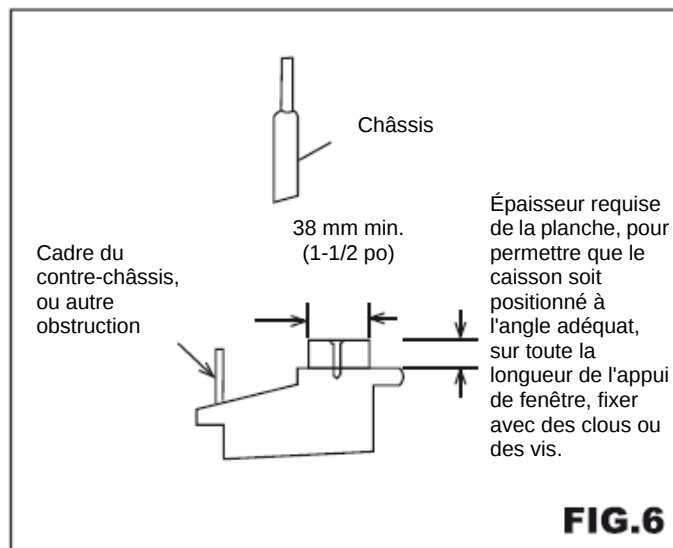

FIG. 6
- Ajoutez des pièces de bois comme le montre la figure 6, ou ôtez le contre-châssis avant d'installer le climatiseur.